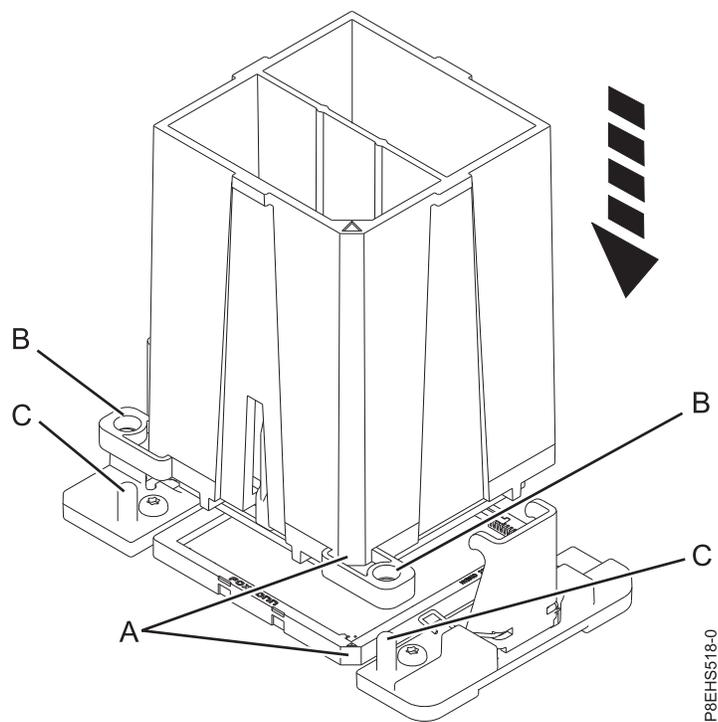

図 75. システム・プロセッサ・モジュールの取り付け
- b. ツールとシステム・プロセッサ・モジュールを下げて、ソケットに乗せます。ツールの斜めになっている角 (A) を、ソケットの斜めになっている角と位置合わせします。2 つのガイド・ピン (C) をツールの両側にある位置合わせ穴 (B) に差し込みます。傾けないように注意して、ツールを水平に下ろします。 80 ページの図 75を参照してください。